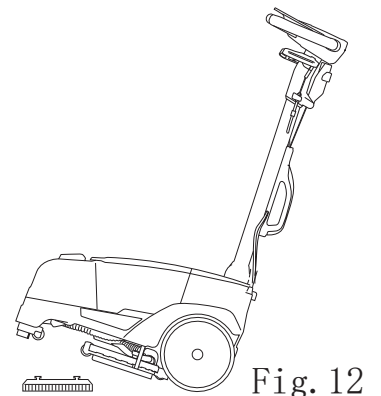

Fig. 12
- 拉动手柄，抬起机器的前部，将机器刷盖放在刷子上，然后放下机器（图12）。
- 拉动手柄，抬起机器的前部（图12）。